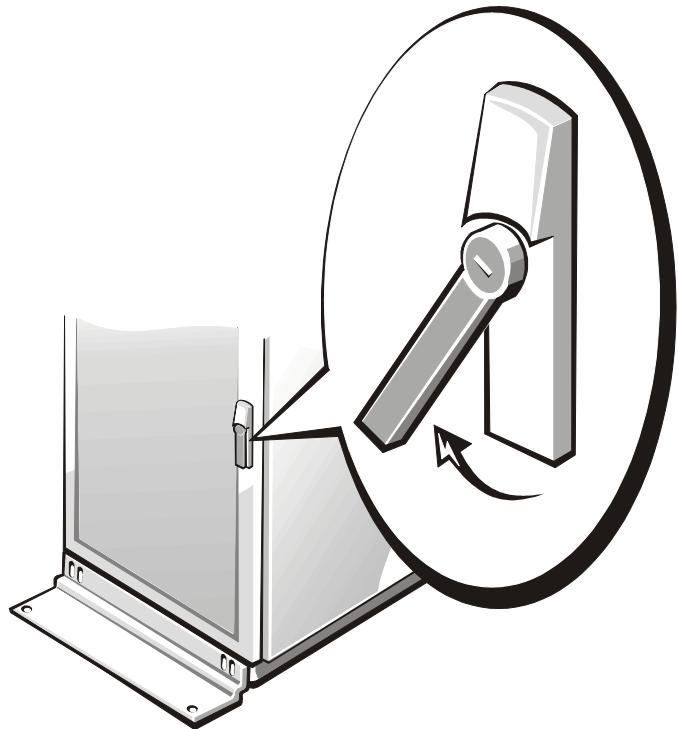

図 2-2 24U ラックキャビネット正面ドアのラッチの開放
| 図 2-2 | 24U ラックキャビネット正面ドアのラッチの開放 | 2-4 |
24U (1U は 1.75 インチ、約 4.5 cm) ラックキャビネットをお持ちの場合は、ロックを解除し、ハンドルを時計回りに回転させてドアを開きます。(図 2-2 参照)。
4. ハンドルが止まるまで反時計回りに回してドアのラッチを閉じます（図 2-2 参照）。